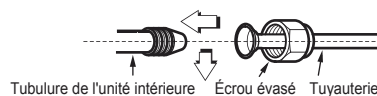

Fig. 5-3
- Serrez suffisamment l'écrou évasé (voir Fig. 5-3)